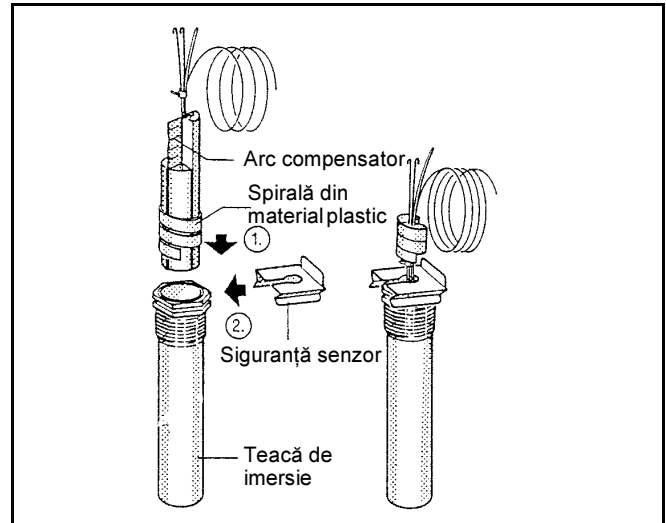

Fig. 9 Schemă de principiu
- La introducerea în teacă, spirala din material plastic pentru menținerea pieselor sensorului în pachet, alunecă automat înapoi (Fig. 9). Pentru asigurarea contactului între teacă și suprafețele senzorilor, în vederea realizării unui transfer termic sigur, arcul de compensare trebuie între elementele sensorului (Fig. 9).
- Siguranța pentru blocarea sensorului în teacă se aplică din lateral sau de sus prin apăsare pe capătul tecii (Fig. 9).